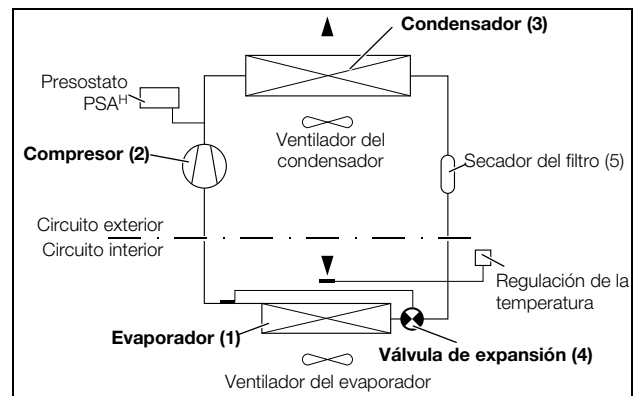

Imagen 3: Circuito de refrigeración
El refrigerador (instalación frigorífica de compresión) consta de cuatro componentes básicos (ver imagen 3): Evaporador (1), compresor del medio refrigerante (2), condensador (3), así como válvula de regulación o de expansión (4), unidos entre si por medio de tuberías. Este circuito contiene un agente ligeramente hirviendo, el fluido frigorífico. El medio refrigerante R134a ( $\text{CH}_2\text{FCF}_3$ ) está exento de cloro. Su capacidad de destrucción del ozono (OZP) es 0.